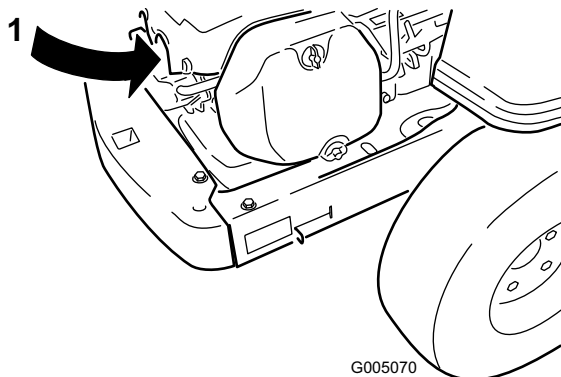

Figure 26
2. Débranchez le fil de la bougie (Figure 26). Nettoyez la surface autour de la bougie pour éviter que des impuretés n'endommagent le moteur en tombant à l'intérieur.
3. Reconnectez le fil à la bougie (Figure 26).